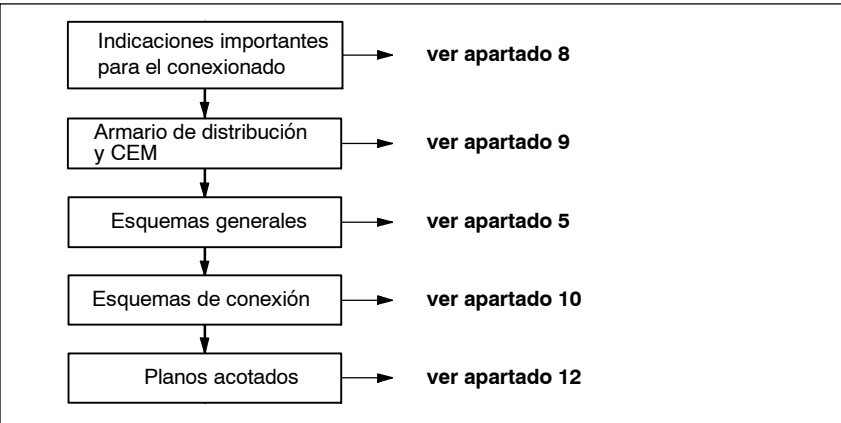

Fig. 1-5 Configuración de conexiones
- Fase 2                      Configuración de conexiones                      (ver fig. 1-5)